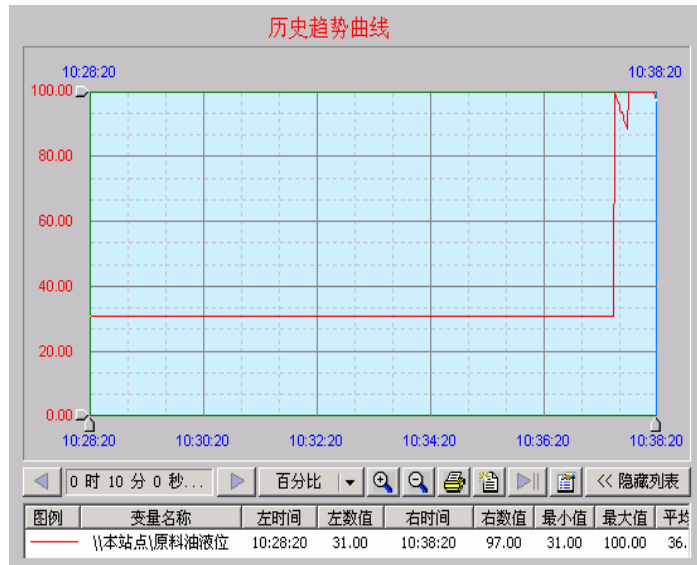

图 4-14 运行时的历史趋势曲线画面
- F、单击“文件”菜单中的“切换到 VIEW”命令，进入运行系统。在“监控中心”主界面的菜单中选择历史趋势曲线画面即可看到连接变量的历史趋势曲线，如图 4-14 所示。